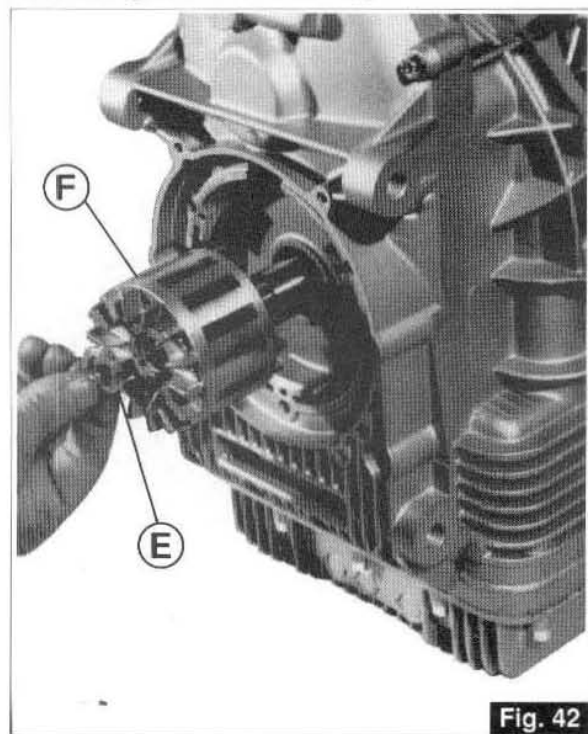

Fig. 42
- Retirez la rondelle «E» et sortez le rotor «F» (Fig. 42).
- Die Unterlegscheibe «E» abnehmen und den Rotor «F» (Abb. 42) herausziehen.